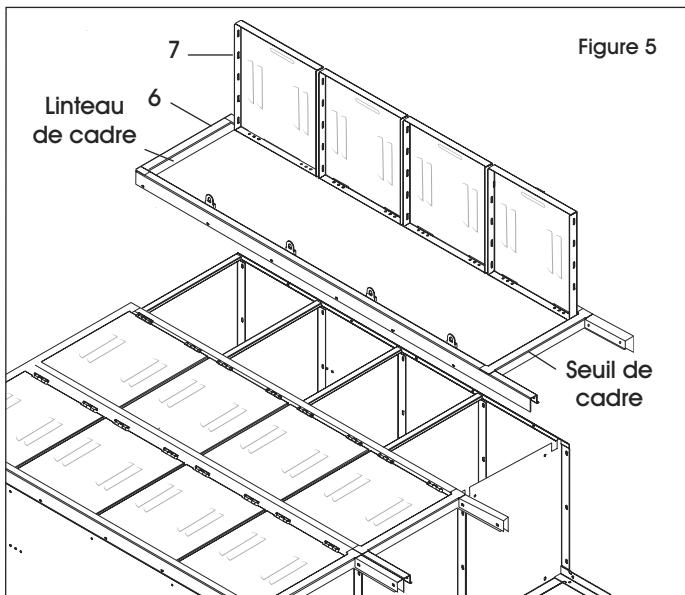

Figure 5
8. Placez la porte et le cadre (6 et 7) sur la structure du casier. Assurez-vous que les côtés de la structure sont placés à l'intérieur des cadres et non entre les cadres. Fixez la tablette supérieure au linteau du cadre et la tablette inférieure au seuil du cadre (un boulon chacun). (Voir Figure 5) Si vous rattachez une deuxième unité à 3 colonnes, passez à la section JOINDRE LES UNITÉS.